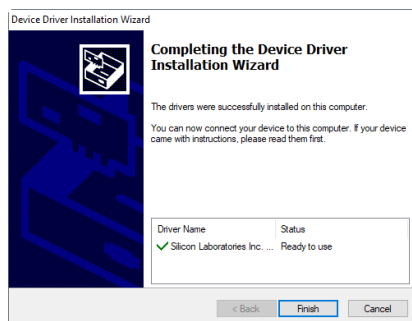

Figura 10: Caixa de diálogo Completing the Device Driver Installation Wizard
5. Clique em **Next** para instalar o primeiro driver e, a seguir, em **INSTALL** para instalar o segundo driver. Quando os drivers forem instalados com sucesso, a caixa de diálogo **Completing the Device Driver Installation Wizard** será exibida. Clique em Finish, como mostrado na Figura 10.